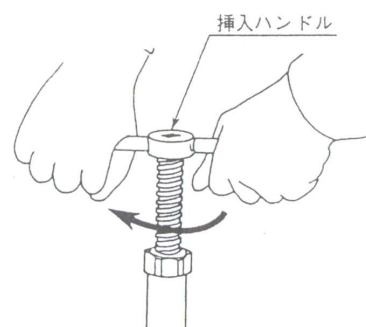

図 9
②本体ねじ軸を手で止まるまでゆっくりと右にカー杯回す。
③本体ねじ軸の上部に挿入ハンドルを取付ける。
④挿入ハンドルを持つ。
⑤ねじ軸を挿入ハンドルで右に回し挿着作業を開始する。(図 9)
⑥挿着作業中は挿入ハンドルの感触は以下ようになります。